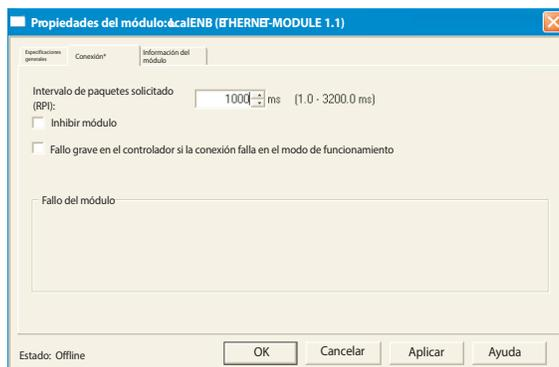

Imagen 4.3.21q Página de propiedades de módulo
- En la página de propiedades del módulo (Imagen 4.3.21q), defina el RPI como 1000 y haga clic en «Aceptar».